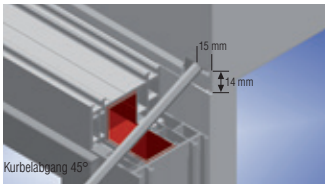

Bild 13
Schritt 1: Nach der Montage des Rollladenkastens verbinden Sie den Sechskant des Kurbelgelenks mit dem innenliegenden Getriebe des Rollladenkastens. Der Sechskant wird hierzu durch die Mauerbohrung in die Öffnung auf der Rückseite des Kastens geführt und die Kurbelgelenkplatte auf der Wand bzw. dem Blendrahmen verschraubt (Bild 13 - 15). Den Sechskant bei Bedarf kürzen.